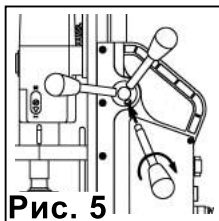

Рис. 5
**2. Вкрутите все 3 рукоятки подачи сверла;** (Рис. 5)